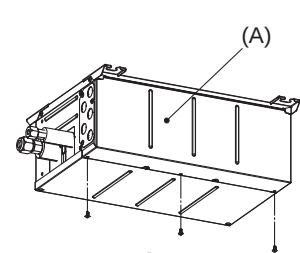

Fig. 8-1
- Retirez le capot électrique. (Fig. 8-1)